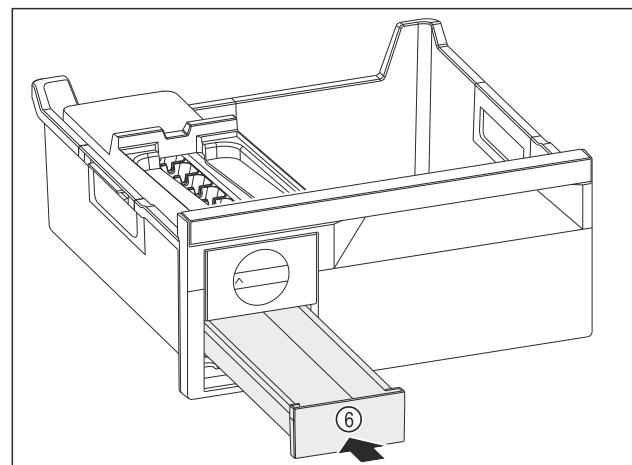

Fig. 82
- Eiszwürfelschubfach Fig. 82 (6) einschieben.